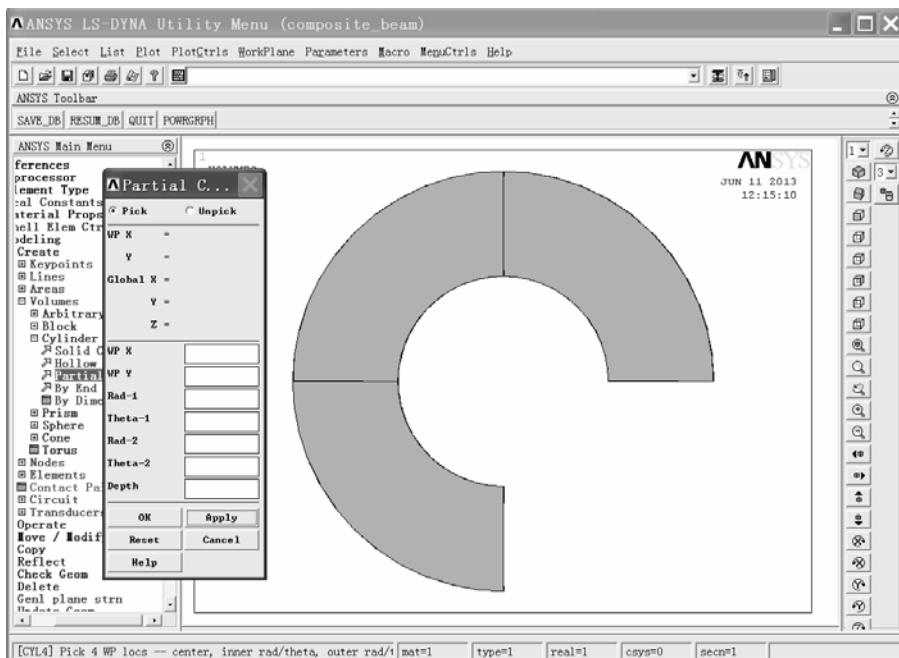

图 2-139 A 圆筒的 3/4
(6) 继续在“Partial C...”窗口中输入数据：“WP X”后输入“0.2”，“WP Y”后输入“0.041”，“Rad-1”后输入“0.02”，“Theta-1”后输入“180”，“Rad-2”后输入“0.04”，“Theta-2”后输入“270”，“Depth”后输入“0.04”。
(7) 单击“Partial C...”窗口中的“Apply”按钮，弹出 A 圆筒 3/4 的正视图（见图 2-139）。